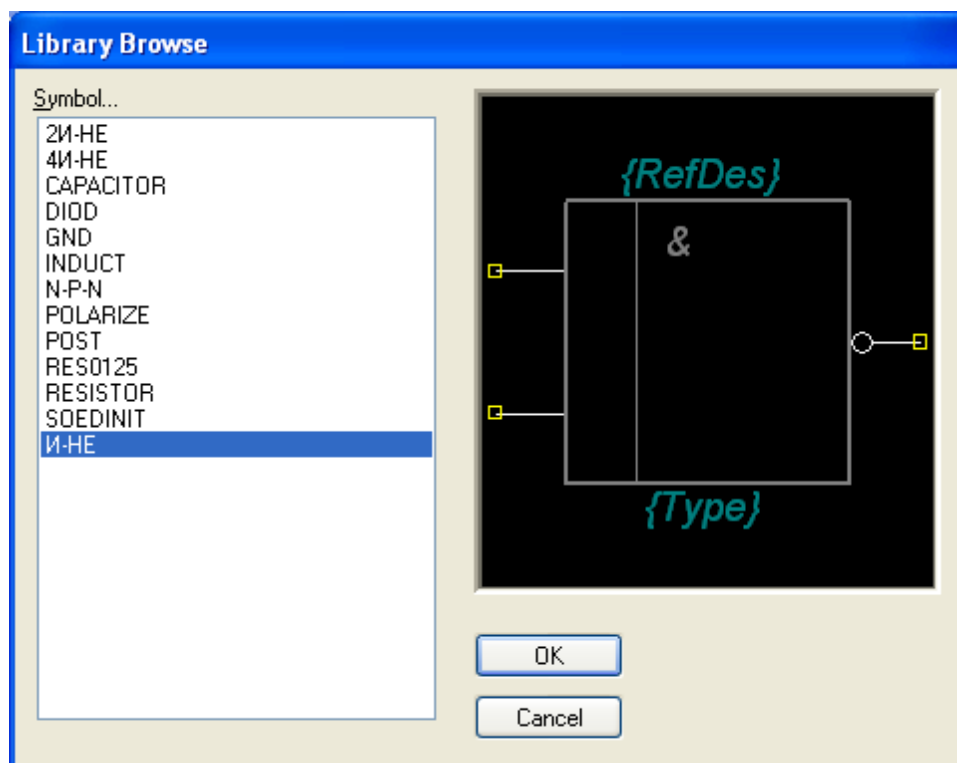

Рисунок 3.1 – Присоединение символа И-HE
- В открывшемся диалоговом окне **Open** (см. рис. 3.1) выбрать используемую нами библиотеку **Ivanov.lib** и нажать **OK**.